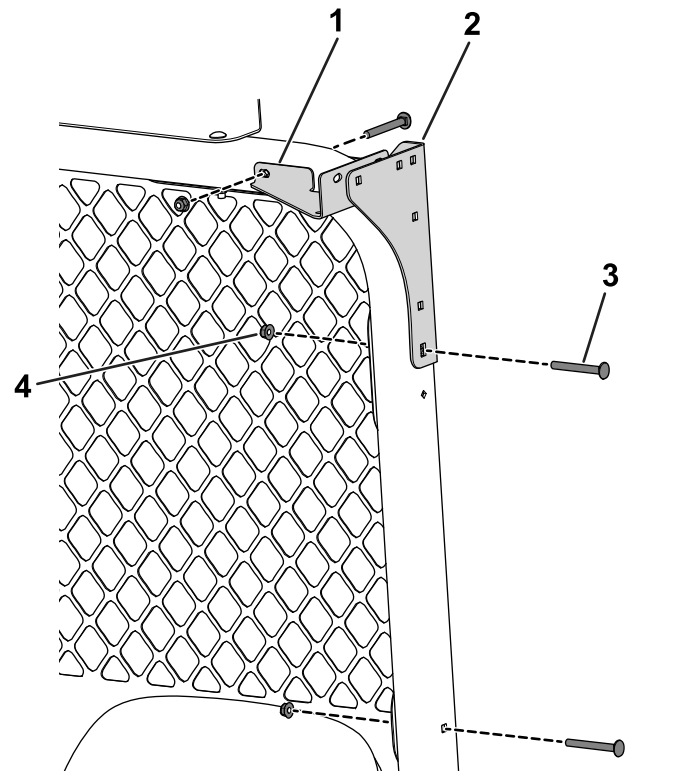

Figura 34
6. Utilize 2 parafusos de carroçaria (5/16 x 2¾ pol.) e 4 porcas flangeadas (5/16 pol.) para prender os suportes de montagem traseiros e as placas de canto traseiras à barra de segurança (Figura 34).
- Utilize 2 parafusos de carroçaria (5/16 x 2³/₄ pol.) e 2 porcas (5/16 pol.) para prender o filtro traseiro à barra de segurança (Figura 34).